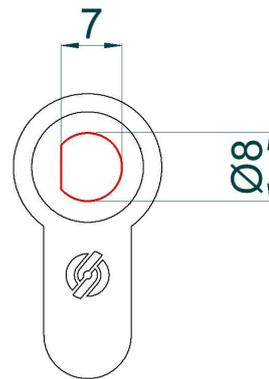

Fig. 2
3. Assicurarisi delle dimensioni del gambo rasabile (vedi fig.2)